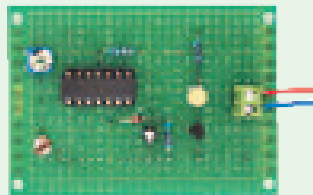

图 4-7 简易光控延时灯电路板图
2. 如图4-7所示，分别将各元器件按照相应位置焊接到电路板上。